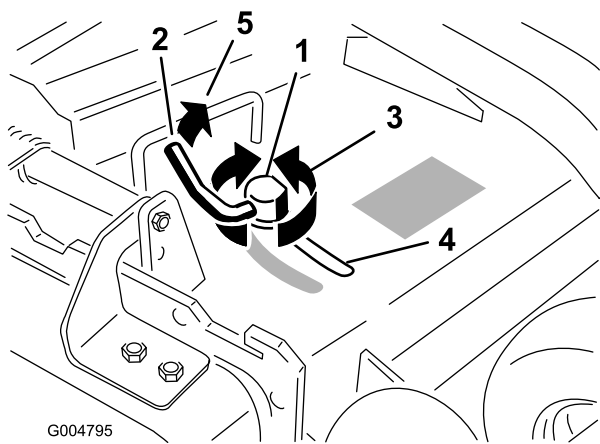

Figure 30
3. Pour régler le verrou à came, soulevez le levier pour desserrer le verrou (Figure 30).
5. Repoussez le levier à sa position d'origine pour serrer le déflecteur et le verrou (Figure 30).